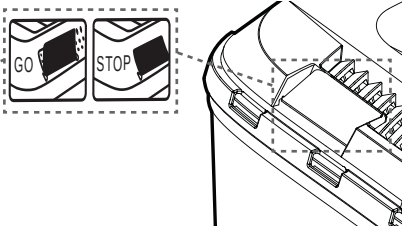

Fig.22
- > Lorsque le rabat [13f] est fermé (pendant le fonctionnement), le bac de ramassage [13] est plein et doit être vidé (Fig.22).